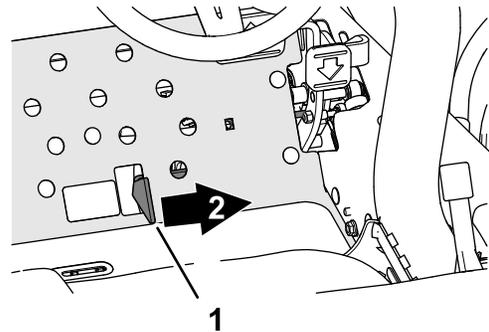

**Figura 35**
3. Mueva el interruptor de la transmisión de la unidad de corte hasta la posición de DESENGRANADA (Figura 35).
5. Utilice palanca de control de bajar/segarr/elevar para bajar las unidades de corte (Figura 35).